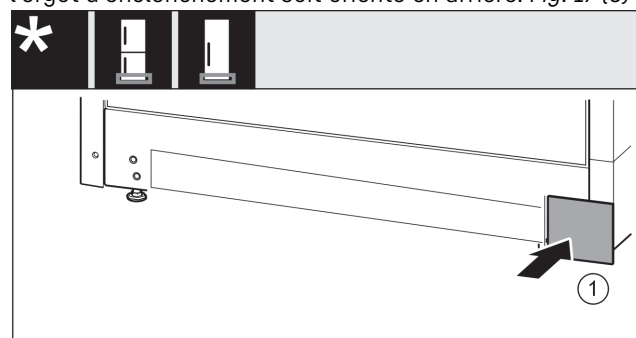

Fig. 18
- Remettre en place le cache de l'autre côté. Fig. 18 (1)